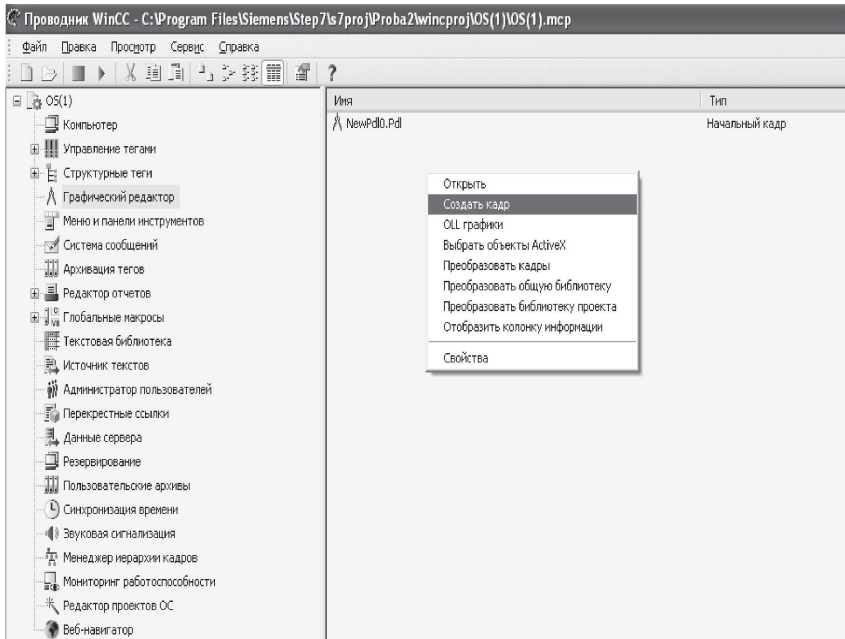

Рис. 3.5. Создание графического кадра
1. Заходим в проводнике WinCC в *Графический редактор* и создаем новый кадр мнемосхемы (рис. 3.5).